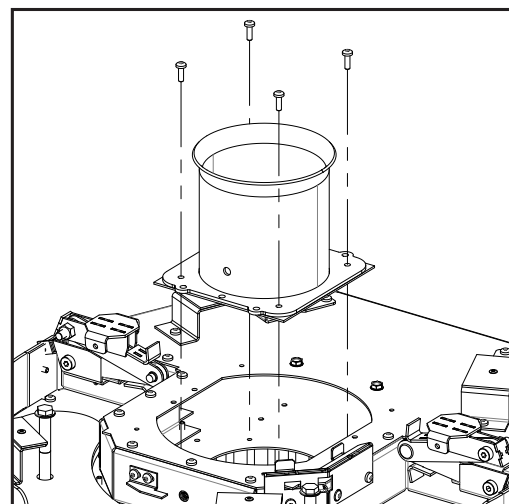

Figure 69: Retrait du robinet d'échappement
8. Retirez le robinet d'échappement du haut de l'unité en retirant les quatre (4) vis T20 (voir la Figure 69). Soyez délicat avec le joint, vous allez le réutiliser.